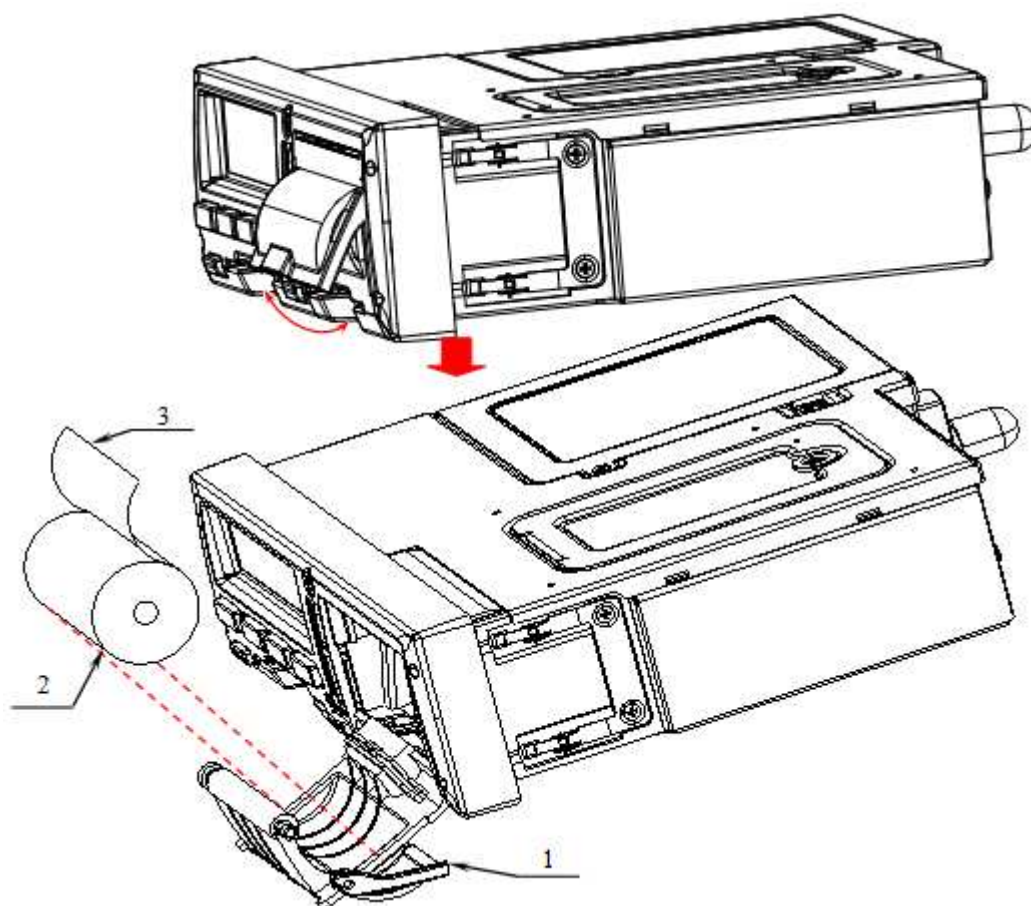

Рисунок 6. Установка бумаги
1. Открыть крышку отсека термопечатающего механизма – 1 (см. Рисунок 6), потянув за специальную ручку на крышке.
2. Установить рулон термобумаги (2) в лоток (термочувствительный слой ленты расположен с внешней стороны ленты) и вытянуть свободный конец ленты (3).